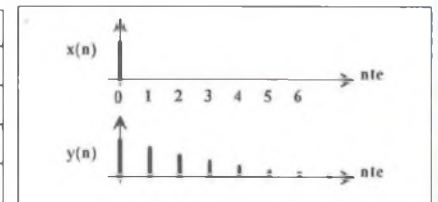

Figure 3: réponse d'un filtre RIF d'équation $y(n) = x(n) + 0,8.y(n-1)$
C'est le cas de l'exemple (3) dont la réponse est présentée en figure 3.